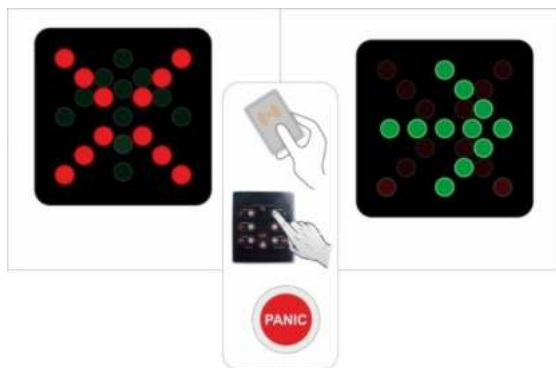

Рис. 4 - Відображення статусу роботи турнікету на табло індикації
1.4.1.1 Корпус турнікету є металевою конструкцією, яка своєю опорою **10** (див. *Рис.1*) монтується на рівну поверхню за допомогою анкерів Redibolt. Статус турнікету відображають плати індикації **2**, вмонтовані в корпус виробу. Червона індикація, що постійно світиться, означає вихідний стан турнікету (див. *Рис.4*): прохід через турнікет заблоковано в обидві сторони.